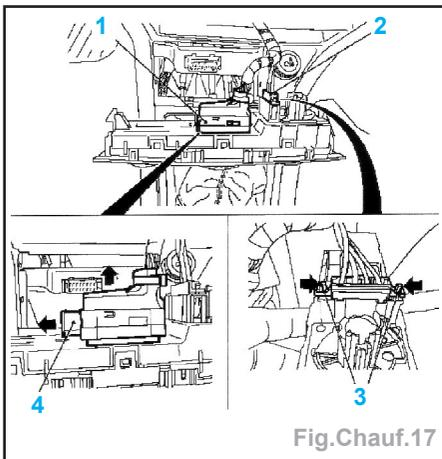

Fig. Chauff. 17
-Débrancher (Fig. Chauff.17) :
- la fiche (1) en déverrouillant en 4.
- la fiche (2) en déverrouillant en 3.